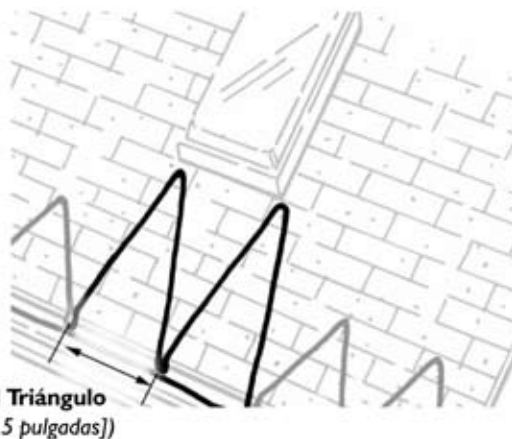

Figura 5. Diseño de los triángulos del cable cerca de un tragaluz
- **Diseño para los tragaluces:** Las zonas de tragaluces con problemas son tratadas también con el "diseño de triángulos." Sin embargo, la altura de los triángulos debe ser mayor que la de los del alero del techo. Aumente la altura de los triángulos hasta llegar a una línea de tejas (5 1/2 pulgadas [15 cm]) por debajo del tragaluz. La base se mantiene en 15 pulgadas (38 cm) (Véase la Figura 5).